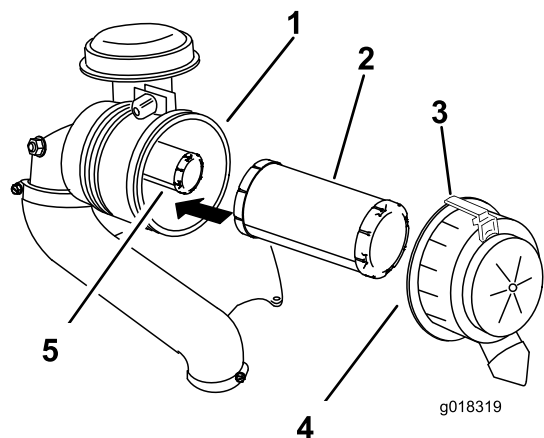

Figura 44
2. Tirate il fermo verso l'esterno e ruotate il coperchio del filtro dell'aria in senso antiorario (Figura 44).
3. Rimuovete il coperchio del filtro dell'aria dall'alloggiamento del filtro (Figura 44).
5. Estraete con cautela il filtro primario dall'alloggiamento del filtro dell'aria (Figura 44).
2. Fate scorrere con cautela il filtro di sicurezza nel corpo del filtro (Figura 44).
3. Montate con cautela il filtro primario sul filtro di sicurezza (Figura 44).
5. Montate il coperchio del filtro dell'aria con il lato contrassegnato da UP (alto) rivolto in alto, quindi fissate il dispositivo di fermo (Figura 44).